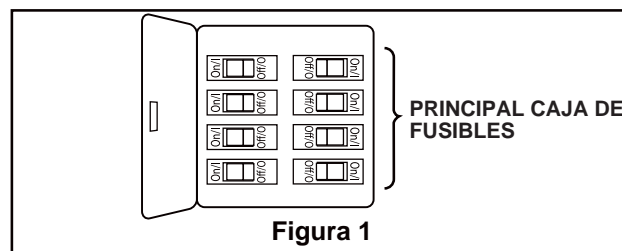

Figura 1
Uso de perfil bajo (Figura 1)
1. Extraiga la pieza de la bola colgante de la unidad de la bola colgante / varilla aflojando el tornillo de presión de la bola colgante hasta que la bola se libere de la varilla. Retire el pasador del barral y luego extraiga la semiesfera. Conserve el pasador y la semiesfera para su reinstalación en el Paso 7 (Figura 1).
Para evitar una posible descarga eléctrica, asegúrese de cortar la alimentación eléctrica de la caja de fusibles principal antes de colgar el ventilador. (Figura 1)
1. Extraiga una de los tornillos de hombro en el soporte del gancho. Afloje el segundo tornillo de hombro sin extraiga completamente. Instale la cubierta rotando la ranura clave en la cubierta sobre el tornillo de hombro del soporte del gancho. Fije el tornillo de hombro. Instale adecuadamente y fije el segundo tornillo de hombro que fue anteriormente guardado. (Figura 1)